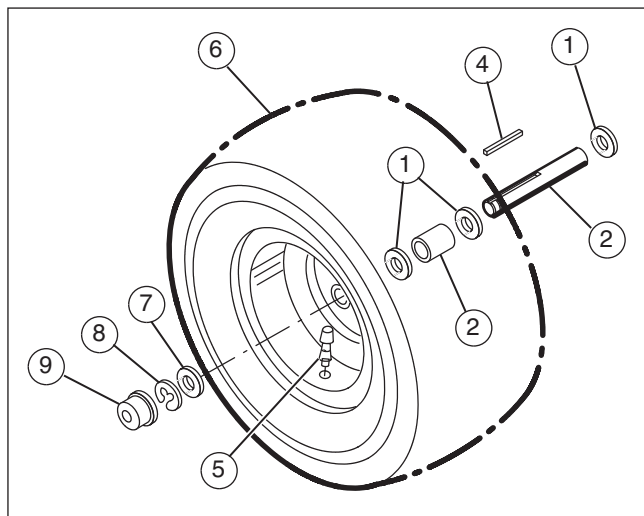

Figura 37
1. Coloque as anilhas (1) e o espaçador (2) no eixo (3) (consulte a **Figura 37**).
2. Monte a chave quadrada (4) na ranhura da chave.